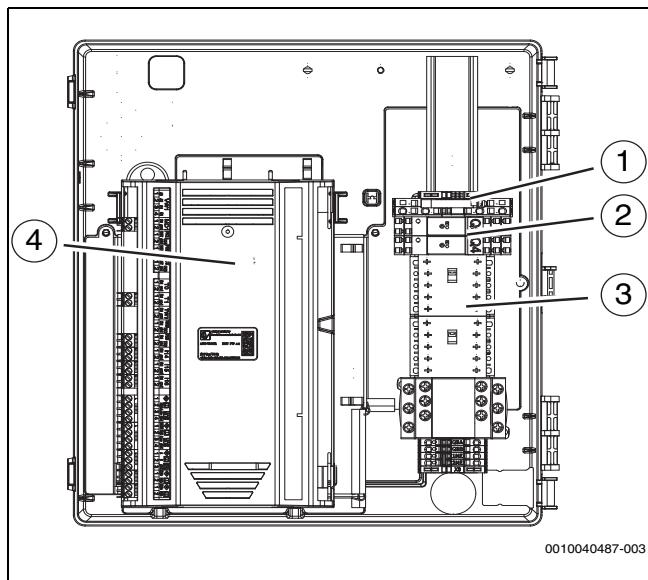

Bild 33 Anordnung der Komponenten im Klemmenkasten
- Anschlusskabel über die Kabelverschraubungen auf der Rückseite durch die Wellschlüsse führen. Eine Verlängerungsschnur verwenden. Die richtige Reihenfolge der Schläuche ist Abbildung 33 zu entnehmen.
- Kabel mit Kabelbindern an den Befestigungspunkten befestigen (→ Abbildung 33 [7] und [9]). Darauf achten, die Kabel nicht über Kreuz zu verlegen.